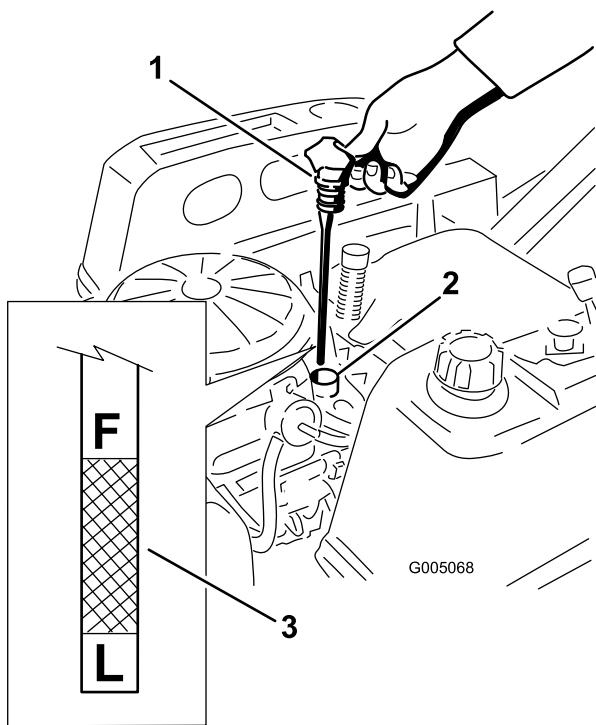
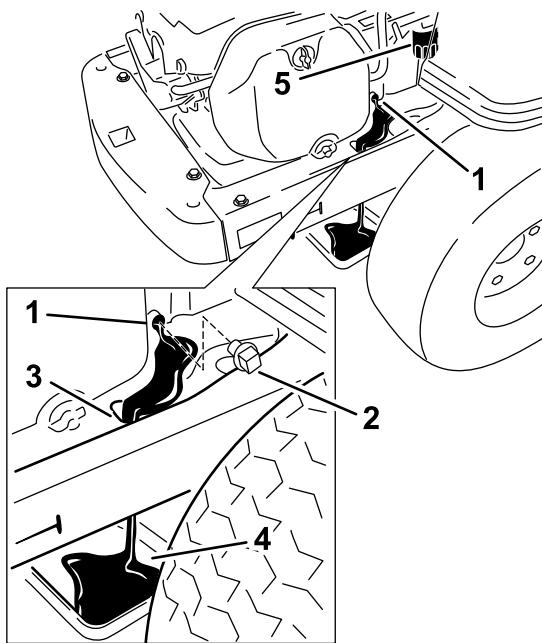

Figura 25
Figura 26
4. Retire el tapón de llenado/varilla de aceite y límpielo. Vuelva a colocar la varilla y empuje firmemente para asentirla en su lugar (Figura 25).
(Figura 25).
5. Limpie la zona alrededor del tapón de vaciado del bastidor de la máquina. Coloque un recipiente debajo de la máquina, directamente debajo del orificio de vaciado del bastidor, según se muestra en Figura 26.
6. Retire el tapón de vaciado de aceite (Figura 26). Retire el tapón de llenado/varilla (Figura 25).
8. Retire el filtro usado y límpielo con un paño la superficie de montaje (Figura 26).
14 Nm. Limpie cualquier exceso de aceite del bastidor (Figura 26).
13. Vierta lentamente un 80% aproximadamente de la cantidad especificada de aceite por el tubo de llenado (Figura 25).
14. Coloque firmemente el tapón de llenado/varilla (Figura 25).
15. Compruebe el nivel de aceite (Figura 25); consulte Verificación del nivel de aceite.
17. Coloque firmemente el tapón de llenado/varilla (Figura 25).